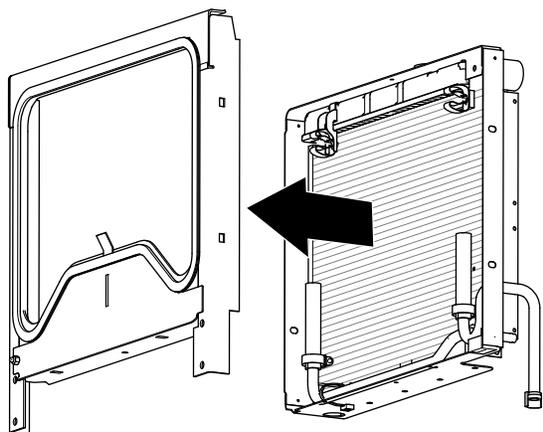

Figure 23
3. Séparez le cadre de montage du radiateur (Figure 23).